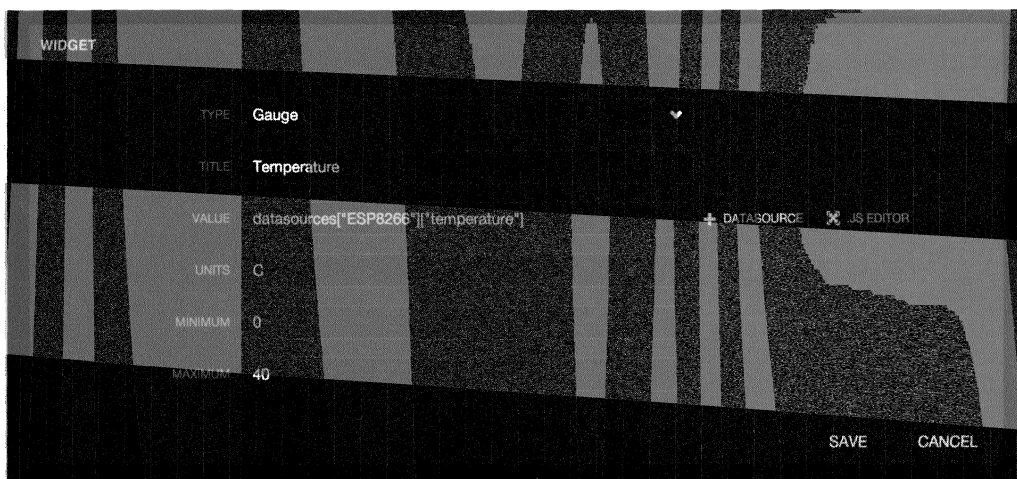

Рис. 3.6. Создаем виджет измерительного прибора
3. Теперь создадим новый виджет измерительного прибора **Gauge**, который будет отображать температуру (рис. 3.6).